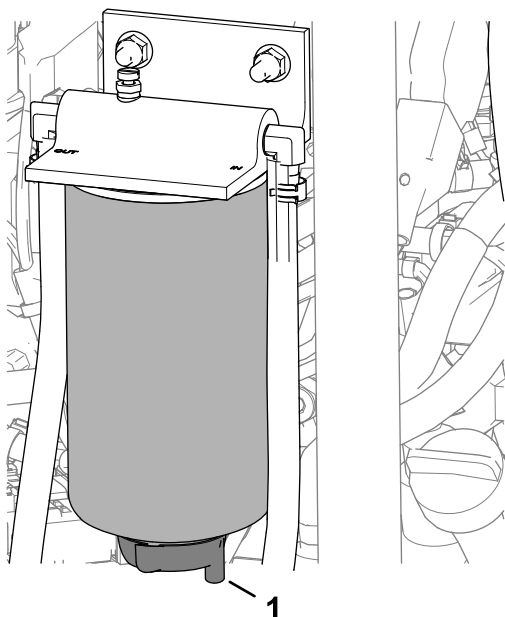

Figure 119
3. Placez un bac de vidange sous la vanne de vidange du séparateur carburant-eau (Figure 119).